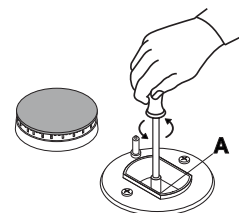

Fig.6
- vissez au meuble les 2 vis "A" (fournies), veillez au respect des distances indiquées figure 6 et laissez les têtes de vis dépasser du bois de 1,5 mm;
2. dévissez les injecteurs (figure 6) à l'aide d'une clé à tube de 7 mm et remplacez-les par les injecteurs adaptés au nouveau type de gaz (voir tableau 1 "Caractéristiques des brûleurs et des injecteurs").
Les tables de cuisson B 30TC 138/CS BNV sont équipées de deux arrivées d'alimentation gaz (voir fig.6 détails P1 et P2) qui commandent 2 brûleurs chacune ; il faut par conséquent les raccorder toutes deux au réseau de distribution du gaz.